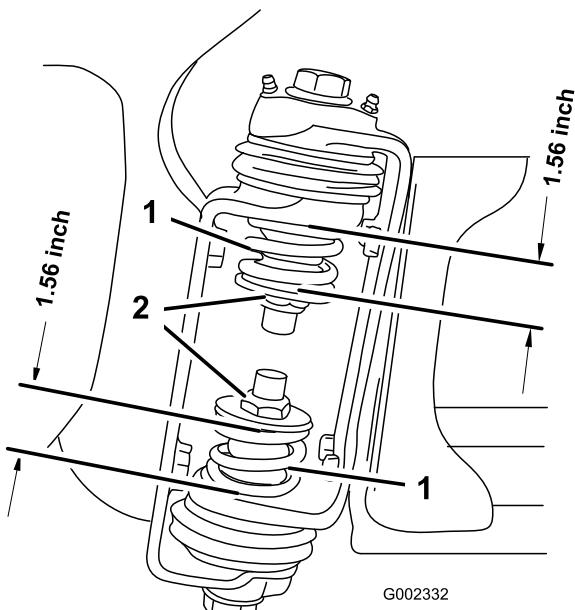

Figura 27
3. Na dobradiça da rampa, meça a compressão das molas superior e inferior enquanto as rampas estão na sua posição estendida (Figura 27).